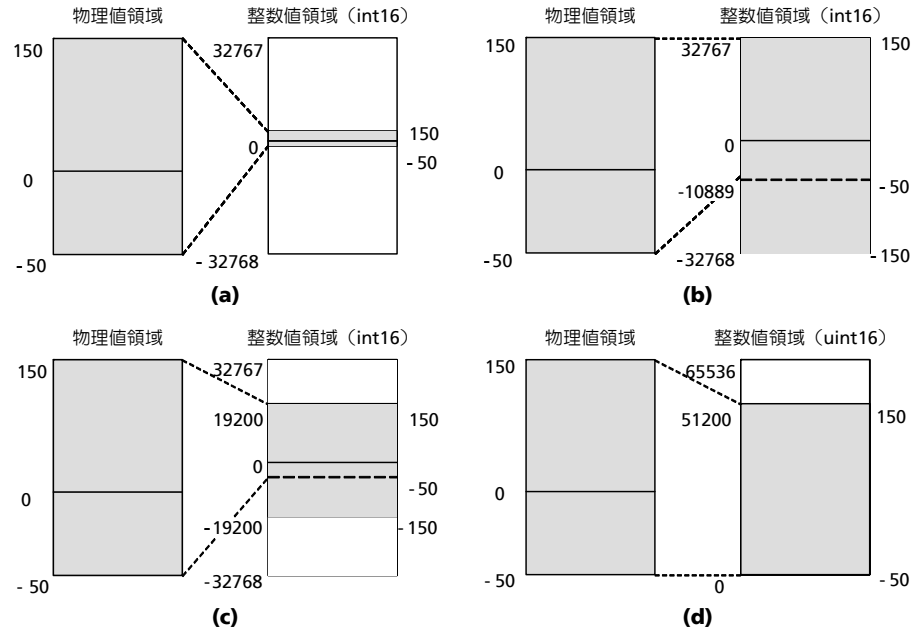

図 3-3 スケーリングなしのマッピング (a)、任意マッピング (b)、 $2^7$  スケーリング (c)、 $2^8$  スケーリングとオフセット (d)
**例：** 冷却液温度の範囲を  $-50^{\circ}\text{C}$  ~  $150^{\circ}\text{C}$  とします。これらの値を直接 16 ビット整数に実装するのでは極めて非効率的です。これでは図 3-3(a) に示すように 16 ビットで表現できる範囲の 0.3% しか使用されず、温度の分解能は 1 ビット =  $1^{\circ}\text{C}$  となってしまう、測定された温度が  $83.4^{\circ}\text{C}$  であっても制御ソフトウェア内では  $83^{\circ}\text{C}$  として表現されてしまいます。
これを、図 3-3(b) に示すように測定値に 217.78 を掛けることにより、分解能を 1 ビット当たり約  $0.0046^{\circ}\text{C}$  に変えることができます。しかしこの変換は単なる「浮動小数点の乗算」であるため、適切なものとはいえません。
別の方法として、分解能を 1 ビット当たり  $0.0078125^{\circ}\text{C}$  に設定する方法があります。この乗算は 7 ビットの左シフト演算により表現できます。この演算を温度範囲に当てはめると、-6400 から 19200 までのビットパターンが得られるので、16 ビット整数型の値の範囲の 39% が使用されることとなります。このスケーリングを図 3-3(c) に示します。
またさらに、符号なし 16 ビット整数値を使用し、1 ビット当たり 0.00390625 °C という分解能に加えて「オフセット」を併用することにより、使用率をさらに高めることができます。オフセットを -12800 に設定した場合、温度範囲は -12800 ~ 38400 となり、51200 個の値の範囲を使用できることになり、使用率は図 3-3(d) に示すように 78%を超えます。ただしここではオフセット計算のための減算処理が必要になります。